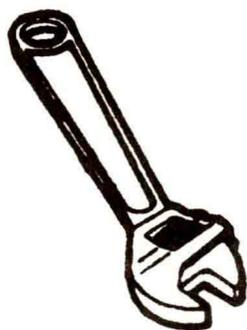

图1-6 活动扳手
(3) 活动扳手，如图 1-6 所示。活动扳手的开口尺寸在一定的范围内可任意调整。在工具不方便使用时，没有活动扳手是不行的，但在使用中尽量使用开口扳手、梅花扳手或套筒扳手。使用活动扳手时，一定要调整好开口的尺寸，使之与螺帽棱角配合紧密，谨慎使用，以防损坏螺栓棱角；扳手开口的固定一侧要在用力的一边，活动端要在支撑的一侧，否则容易损坏活动扳手。